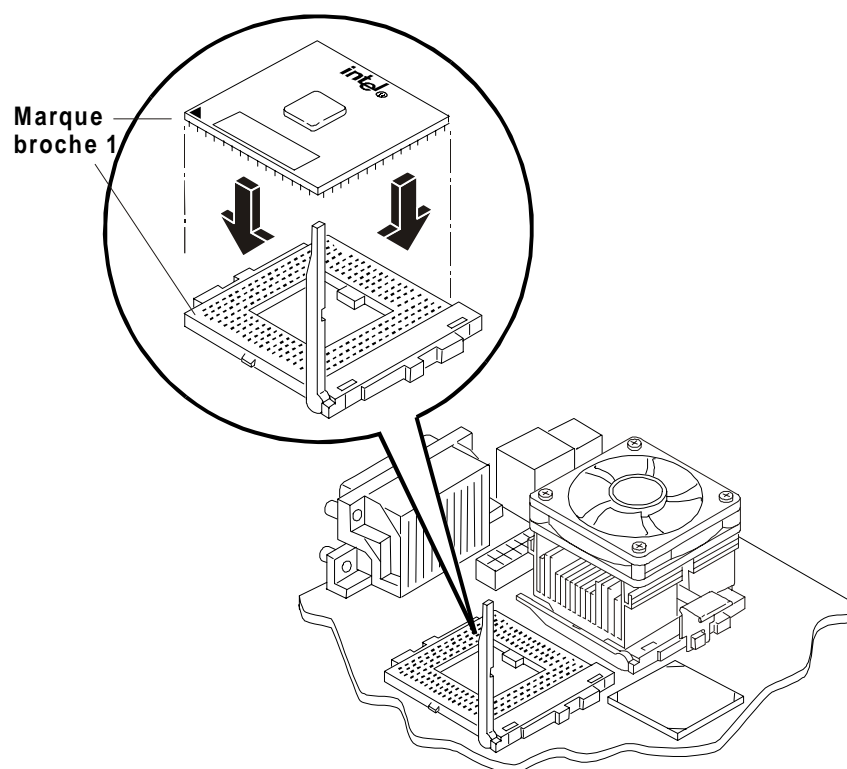

Figure 6-4. Installation du processeur sur la carte système
Le support comporte un petit triangle correspondant à la broche 1 devant correspondre au triangle se trouvant sur le processeur, à proximité de l'extrémité du levier ZIF. Reportez-vous à la figure 6-4.
5. Soulevez le levier ZIF afin de pouvoir retirer le processeur. Reportez-vous à la figure 6-4.